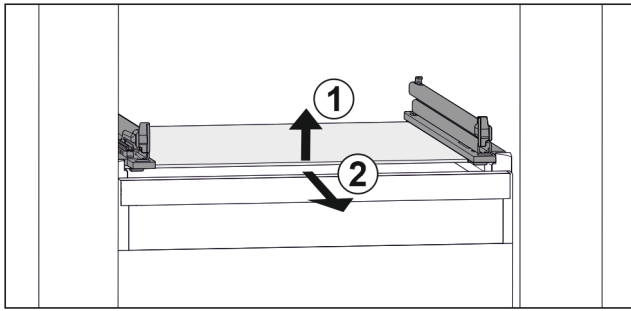

Fig. 43 Voorbeeldweergave van glasplaat
- ▶ Glasplaat aan de voorkant optillen. Fig. 43 (1)
- ▶ Glasplaat naar voren toe verwijderen. Fig. 43 (2)